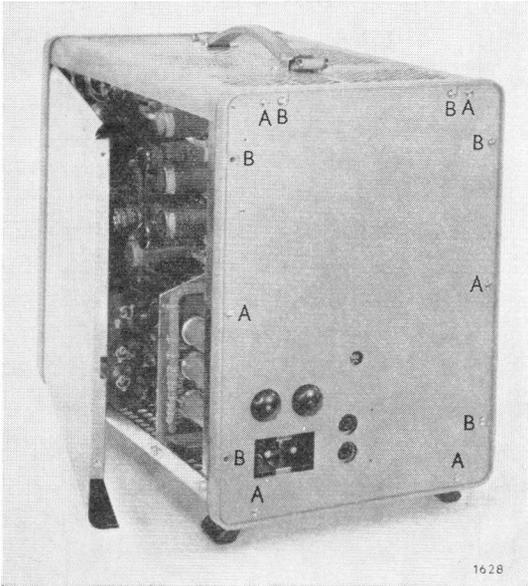

Bild 8
A. Entfernen des Gehäuses (Bild 8)